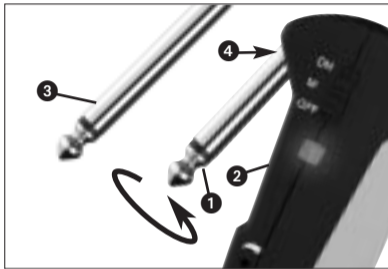

Fig. 4: Montaje del conector adaptador
4.3 Instrumentos con jack de salida empotrado (véase Fig. 4)